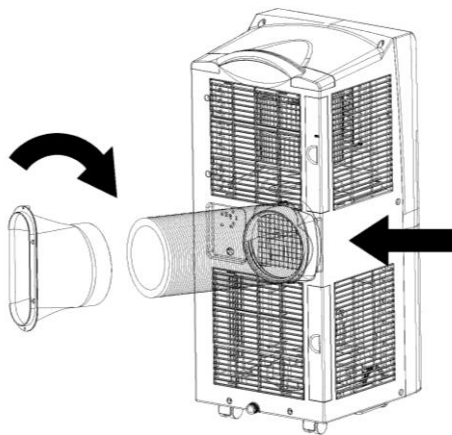

Abbildung 1
1.1 Installieren Sie die Wärmerohrbaugruppe (wie in Abb.1)
2) Stecken Sie die Wärmerohrbaugruppe (das Ende der Abluftverbindung) in den rückseitigen Lüftungsschlitz (nach links drücken) und vervollständigen Sie die Einheit (wie in Abbildung 1 dargestellt).